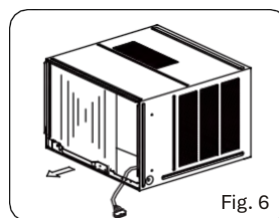

Fig. 6
2. Segure a pega na estrutura e deslize cuidadosamente o ar condicionado para fora do armário (ver Fig. 6).
3. Segure a pega na estrutura e deslize cuidadosamente o ar condicionado para fora do armário (ver Fig. 6).